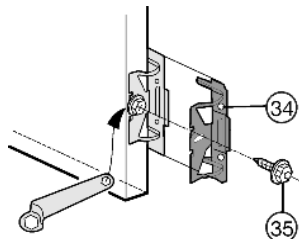

Fig. 13
- ▶ Avvitare la squadra di fissaggio Fig. 13 (34) con la vite a testa esagonale Fig. 13 (35) sui fori predisposti nella porta dell'apparecchio.